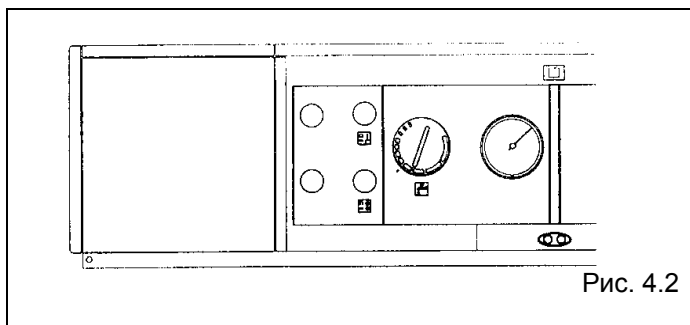

Рис. 4.2
- установите термостат бойлера на требуемую температуру (Рис. 4.2)